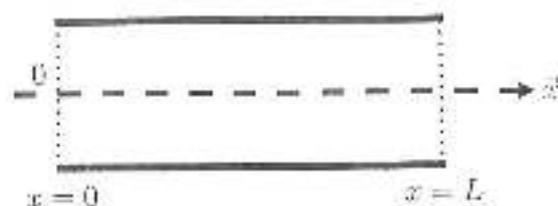

FIGURE 2 – Représentation 1D des tubes.
Deux salles composent un grand Hall (dimensions : Hauteur=5m, Longueurs=10m et 20m, Largeur=4.4m, cf Figure 2) sont séparées par une paroi qui comprend une partie en béton de  $2m^2$  avec un indice d'affaiblissement acoustique  $R_b$  de 40dB à 1000Hz et une porte de  $2m^2$  ayant un indice d'affaiblissement acoustique  $R_p$  de 20dB à 1000Hz.
On installe une machine dans ce hall dans une des deux salles (cf Figure 2).
- Q7) Calculer l'aire d'absorption équivalente dans la pièce d'Emission (pièce de gauche sur la vue de la Figure 2).
- Q13) Quel est le niveau de pression au centre de la salle de Réception (salle de droite sur la vue de la Figure 2) quand la machine fonctionne dans la salle d'Emission (vous justifierez les hypothèses prises pour ce calcul) ? Est-ce acceptable ?
On désire "dimensionner" une flûte traversière et une clarinette. On se place sous hypothèse d'ondes planes harmoniques dans des tubes de longueur  $L$  en 1D (selon axe  $\vec{x}$ ) comme montré sur la Figure 2.